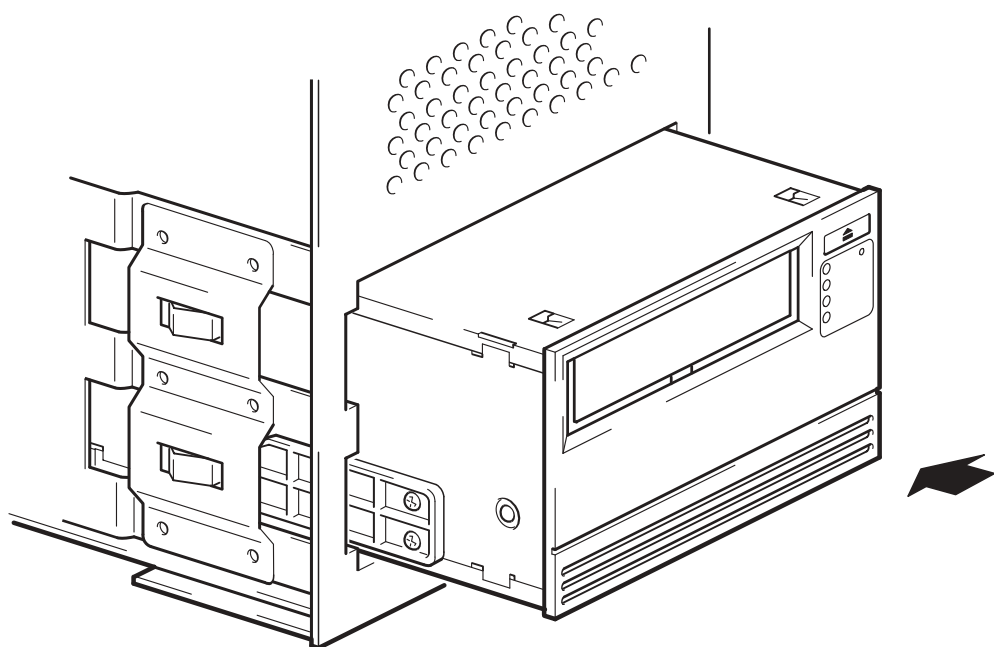

Figura 6: instalar a unidade
- 1 Deslize a unidade de fita para dentro da baia aberta, alinhando a bandeja ou trilhos com os slots na baia, conforme a Figura 6.